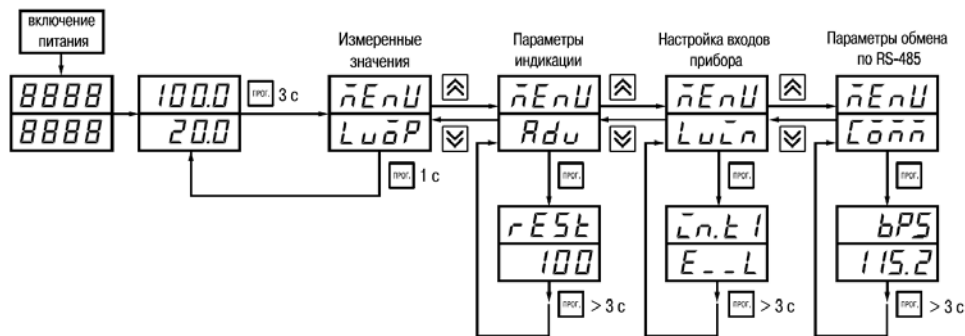

Рисунок 7.1
7.1.2 Основные параметры прибора ТРМ200 объединены в 4 группы *LuāP*, *Adu*, *LuĪn* и *Āōññ*, составляющие меню прибора (рисунок 7.1). Полный список программируемых параметров приведен в Приложении Б.